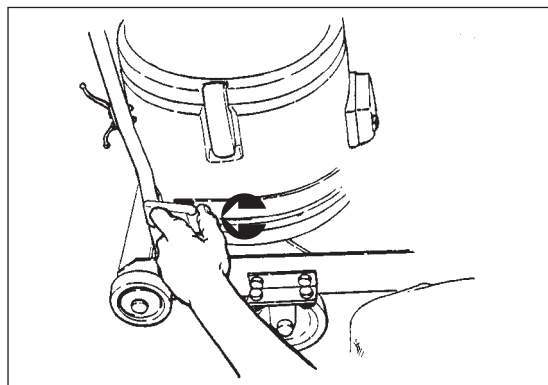

Figura 4
7. Scollegare le fascette del gruppo di aspirazione sganciando l'apposita chiusura. A questo punto è possibile sollevare il gruppo di aspirazione dallo chassis. Vedere la Figura 4.